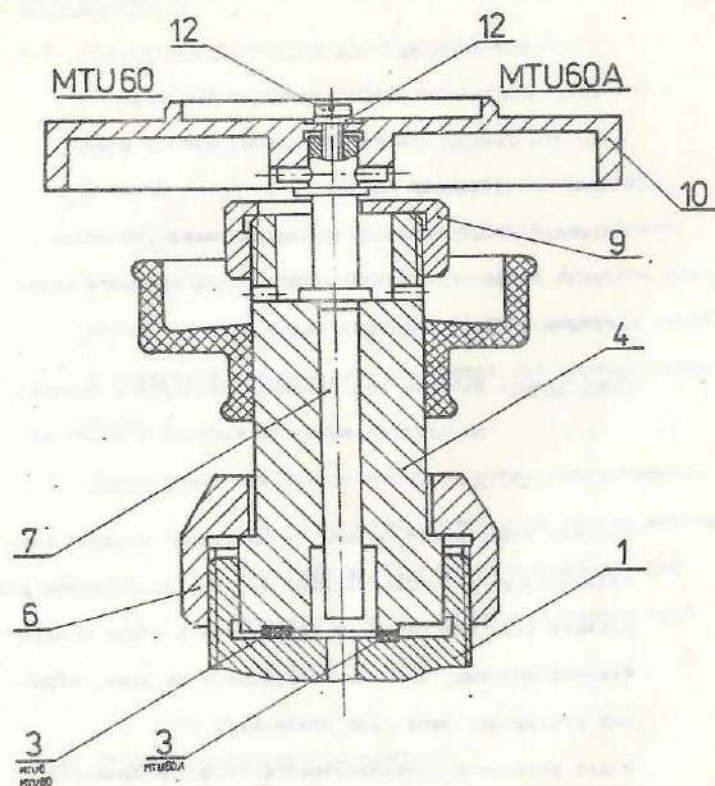

Рис. 3. Измерительная система манометра
- вывернуть винт 12 /рис. 3 или 4/ и снять с него поршня основной груз /10/,
- вынуть измерительный поршень 7 /рис. 3 и 4/,
- вынуть измерительный цилиндр 4 /рис. 3 и 4/,
- Ослабить гайку 6 /рис. 3 и 4/ крепления измерительной системы /на 1-1,5 оборота влево/;
- Медленно поворачивать рукоятку масляного насоса 2 /рис. 2/ вправо до тех пор, пока из отверстия в корпусе 1 /рис. 3 и 4/ для выпуска воздуха не покажется ламинарный поток масла;
- Подтянуть гайку 6 /рис. 3 и 4/, тем самым уключив измерительную систему.